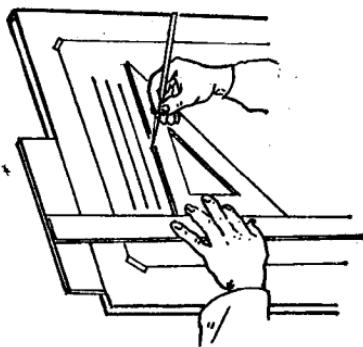

图 0-5 丁字尺和三角板
2. 丁字尺和三角板。丁字尺由尺板和导板组成，导板与尺板垂直而且固定不松动。使用时如图0-5所示：导板紧靠图纸左边，上下移动，这样可以借助尺板画水平方位线段，所以用于尺寸画线的一侧要光整。
把三角板的一直角边靠在丁字尺的尺板上，就可以如图0-5那样由下至上画铅垂方位线段。三角板应在250毫米以上。一套三角板由 $45^{\circ}$ 和 $60^{\circ}$ ( $30^{\circ}$ )二块组成。利用这两块三角板可以画与水平成 $30^{\circ}$ 、 $60^{\circ}$ 、 $45^{\circ}$ 斜线。两块三角板配合还可画出 $75^{\circ}$ 斜线。